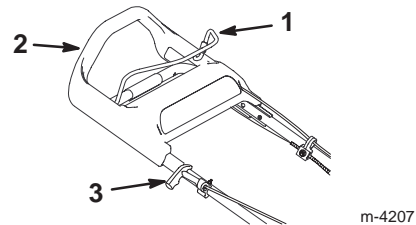

Bild 12
Der Startergriff und die Steuerstange befinden sich am oberen Griffteil, siehe Bild 12.
- **Manuelles Starten** – Ziehen Sie leicht am Startergriff, bis Sie einen Widerstand spüren. Ziehen Sie ihn dann kräftig durch (Bild 12). Lassen Sie das Seil langsam zum Griff zurücklaufen.